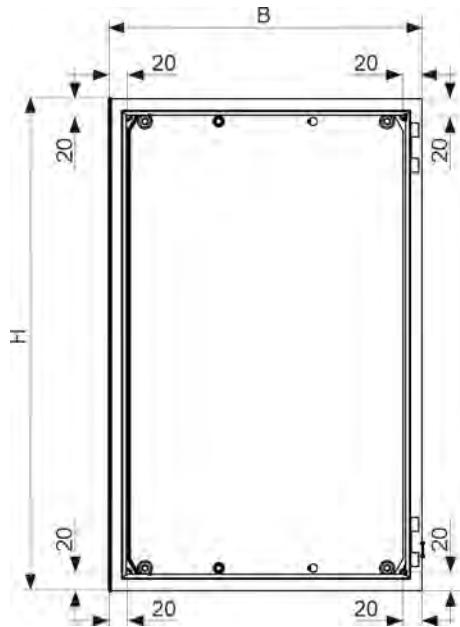

Abb. 6: Wandmontage: DryExx®-Steuerung
Bei Montage an einem Montagegestell die dem Lieferumfang beiliegenden Schweißbolzen gemäß Angaben in Abb. 6 an der vorgesehenen Fläche anbringen.
- 1.** Die Befestigung gemäß Angaben in Abb. 6 vorbereiten.